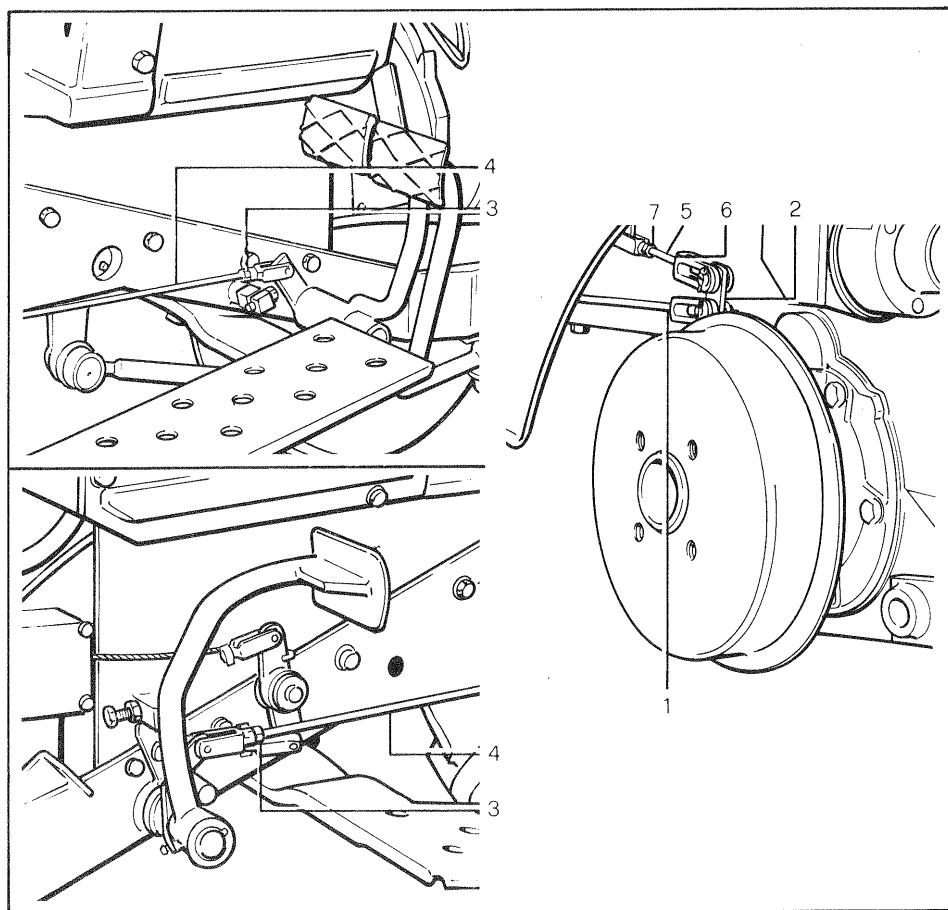

Fig. 21 - Bild 21
Se i freni slittano o la corsa a vuoto del pedale diviene eccessiva (superiore a 20 mm) regolare i tiranti di comando destro e sinistro (4) nel modo seguente (vedere la fig. 21):
1. Allentare il controdado (1) in prossimità della leva di comando apertura ceppi (2).
2. Avvitare il dado di regolazione (3) fino ad ottenere una corsa a vuoto del pedale inferiore a 20 mm.
3. Serrare nuovamente il controdado (1).
La regolazione dei tiranti destro e sinistro (5) del freno a mano, deve essere effettuata contemporaneamente alla regolazione dei freni di servizio sopracitata. Procedere nel modo seguente (vedere la fig. 21):
1. Allentare il controdado (6) in prossimità della leva di comando apertura ceppi (2).
2. Avvitare il dado di regolazione (7) fino ad ottenere la stessa registrazione del tirante freno di servizio (4).
3. Serrare nuovamente il controdado (6).
If brakes tend to slip or the pedal idle travel is found excessive (exceeding 20 mm) adjust the right h and left h control rods (4) as outlined (see fig. 21).
1. Unloose jam nut (1) close to shoe opening lever (2).
2. Tighten set nut (3) until the pedal idle stroke obtained does not exceed 20 mm.
3. Secure jam nut (1) again.
The hand brake left and right rods must be adjusted at the same instant as the service brakes. The adjusting procedure is as outlined (see fig. 21):
En cas de patinage ou si la course à vide de la pédale s'avère excessive (supérieure à 20 mm), procéder au réglage des tringles droite et gauche (4) comme indiqué (voir fig. 21):
1. Desserrer le contre-écrou (1) à proximité du levier d'ouverture des sabots (2).
2. Serrer l'écrou (3) jusqu'à ce qu'une course libre de la pédale au-dessous de 20 mm ne soit obtenue.
3. Ré-serrer le contre-écrou (1).
Le réglage des tringles droite et gauche (5) du frein à main doit se faire en même temps que la mise au point des freins de service. Procéder comme indiqué (voir fig. 21).
1. Desserrer le contre-écrou (6) à proximité du levier d'ouverture des sabots (2).
2. Serrer l'écrou (7) jusqu'à ce que le même réglage de la tringle du frein de service (4) ne soit obtenu.
3. Ré-serrer le contre-écrou (6).
Sollten die Bremsen rutschen oder der freie Pedalweg zu lang werden (über 20 mm), die Steuergestänge links und rechts (4) wie folgt einstellen (siehe Bild 21):
1. Die Gegenmutter (1) nahe dem Steuerhebel zum Öffnen der Bremsbacken (2) lösen.
2. Die Einstellmutter (3) bis zur Erreichung eines freien Pedalweges niedriger als 20 mm anschrauben.
3. Die Gegenmutter (1) wieder anziehen.
Die Einstellung der Steuergestänge rechts und links (5) der Handbremse muss gleichzeitig mit der Einstellung der obangeführten Bedienungsbremsen durchgeführt werden. Wie folgt verfahren (siehe Bild 21):
1. Die Gegenmutter (6) nahe dem Steuerhebel zum Öffnen der Bremsbacken (2) lösen.
2. Die Einstellmutter (7) bis zur Erreichung der gleichen Einstellung der Bedienungsbremsegstänge (4) anschrauben.
3. Die Gegenmutter (6) wieder anziehen.